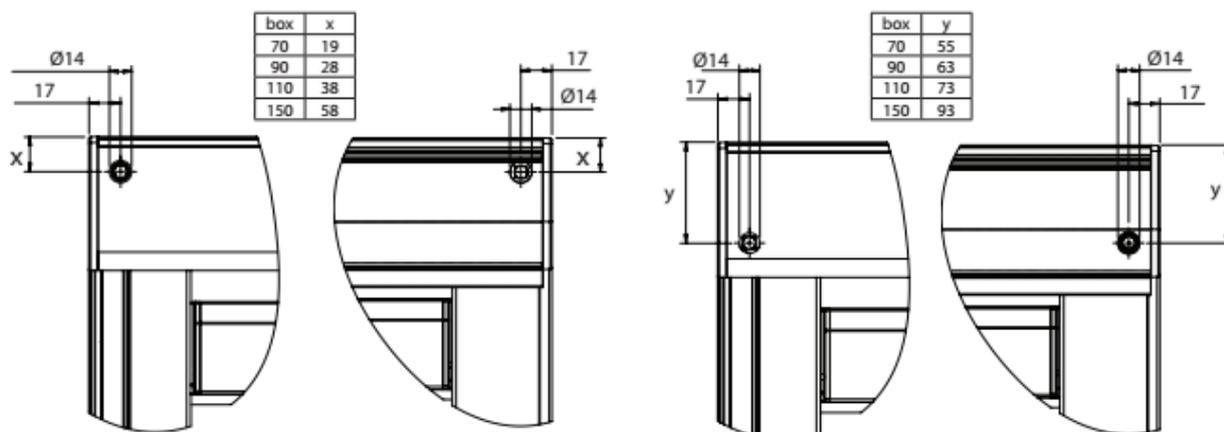

Abb. 2
- Für Kurbelbedienung wird ein Bohrer \varnothing 14 mm verwendet, siehe hierzu Abb. 2, Seite 3.